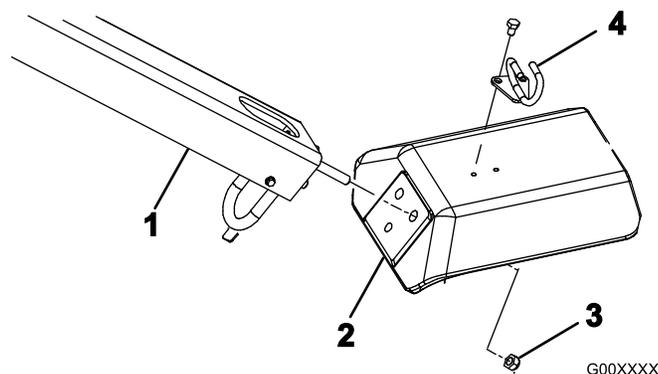

図 4
2. フォークの穴にハンドル取り付け用スタッドを差し込む（図 4）。
3. ロックナット 3 個と (1/2 インチ) を使って、ハンドル・スタッドを固定する（図 4）。
5. ボルト 2 本のボルト (5/16 x 1/2 インチ) で、ケーブル・ガイドをフォークの上に取り付ける（図 4）。